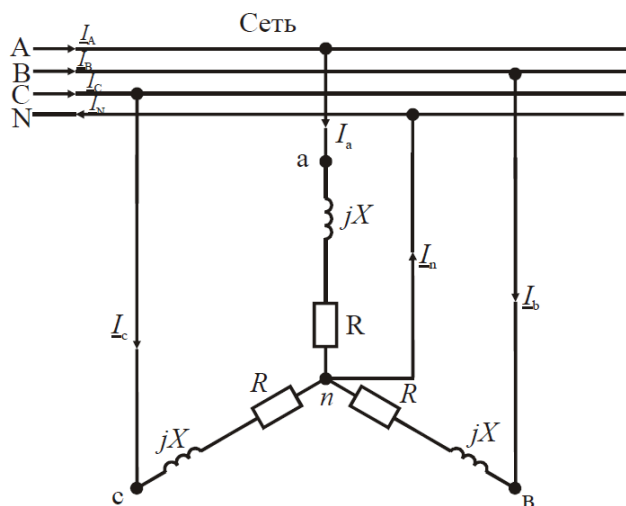

Рис. 4
**Задача 5.** В трехфазную четырехпроводную сеть с линейным напряжением  $U = 380$  В включены по схеме звезда осветительные лампы ДРЛ с параметрами  $R$ ,  $X$  в каждой фазе. Параметры  $R$ ,  $X$ , приведены в таблице 5. Электрическая схема замещения показана на рис. 4. Определить фазные токи потребителей. Построить в масштабе векторную диаграмму токов и напряжений.